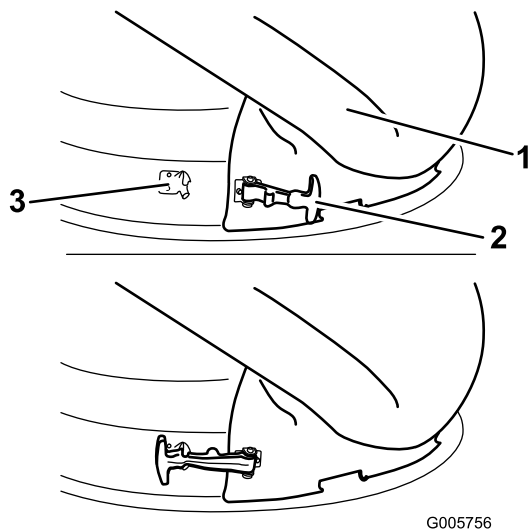

Bild 24
4. Befestigen Sie den Auswurfkanal am 50 Zoll Mähwerk. Haken Sie den flexiblen Verschluss am Auswurfkanal an der Befestigungsklemme ein, der hinter der Öffnung am Mähwerk angeschweißt ist (Bild 24).